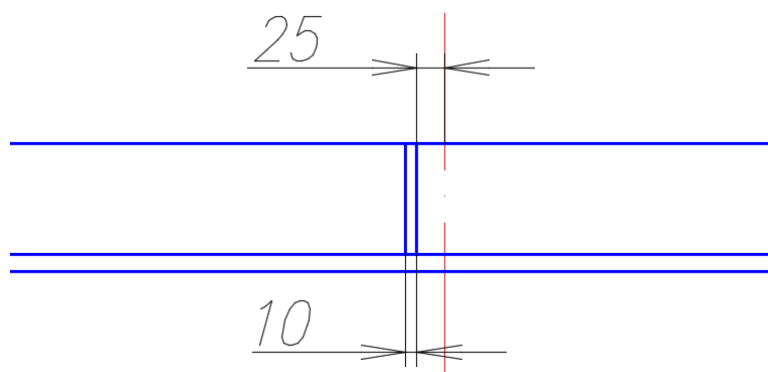

Рис. 95. Выполнение отверстия опорной решетки
4.2. Выполнить отверстия опорной решетки. Для этого вычертить вертикальный отрезок на расстоянии 25 мм от оси и скопировать его на расстояние 10 мм влево (см. рис. 95).